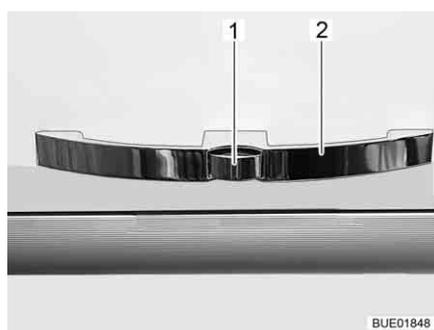

Fig. 47 Sportello del mobile con maniglia (esempio)
- Premere il bottone di sbloccaggio (Fig. 47,1) della maniglia (Fig. 47,2) e mantenerlo premuto.